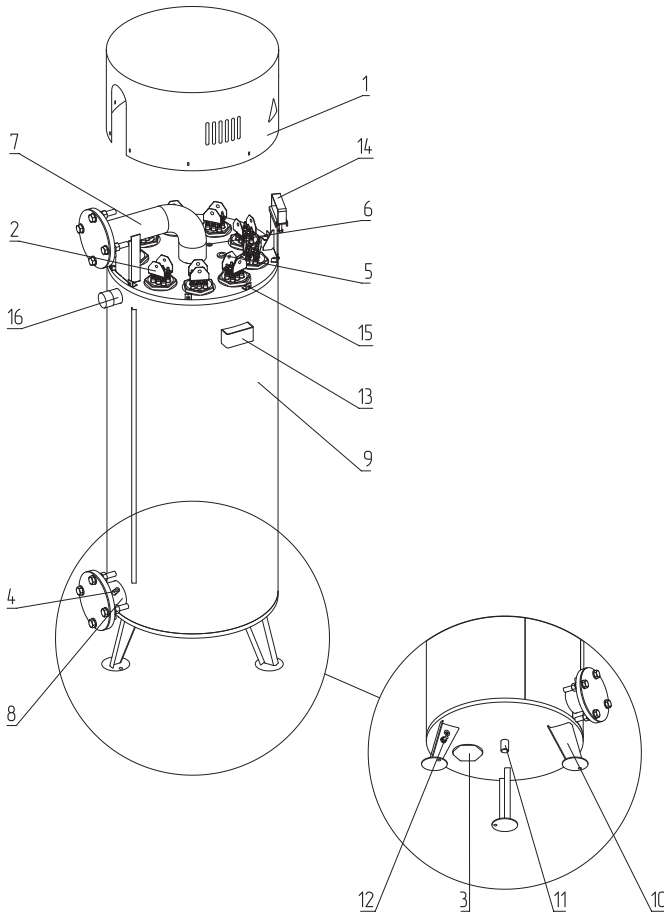

Рис.1 Устройство котла ZOTA Prom
- Установите датчик температуры прямого теплоносителя в отверстие (**Рис.1, поз.5**) и датчик перегрева в отверстие (**Рис.1, поз.6**) верхнего фланца;
- Установите датчик температуры обратного теплоносителя в отверстие (**Рис.1, поз.4**) входного патрубка котла;
- Подсоедините манометр и предохранительный клапан к патрубку (**Рис.1, поз.3**);
- Закрепите электрические питающие кабели с помощью специальной скобы (**Рис.1, поз.14**) установленной на верхнем фланце;